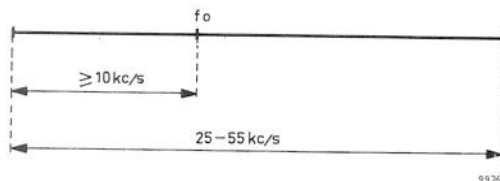

Fig. 32. Asymmetrie van de zwaai in het frequentiegebied 0,4-0,5 MHz
- Controleer eveneens of de asymmetrie van de frequentiezwaai is als aangegeven in fig. 32.